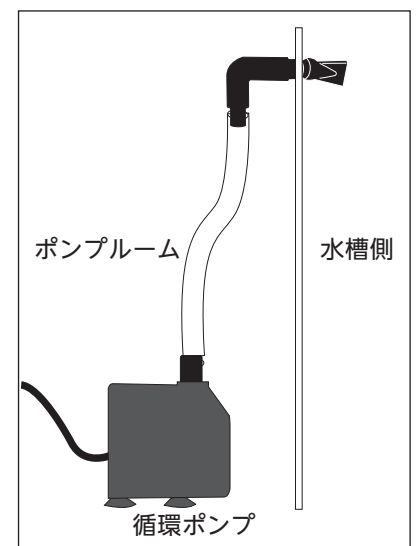

図 3
- C) 水槽側から吐出ノズルをエルボーパイプに取り付けます。(図 3)